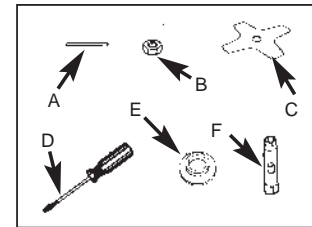

Fig. 6A
1. Pour installer la lame, il vous faut les éléments illustrés ci-dessus (le tournevis n'est pas fourni) : goupille de maintien (A), écrou de retenue (B), lame (C), tournevis (D), bride (E), clé à douille (F) (Fig. 6A)